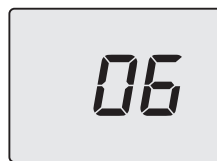

Figura 5.52
- Desplace los parámetros mediante los botones 13 (atrás) o 15 (adelante) hasta que aparezcan en el display LCD las letras **P10** alternadas con el valor del parámetro (Figura 5.52).